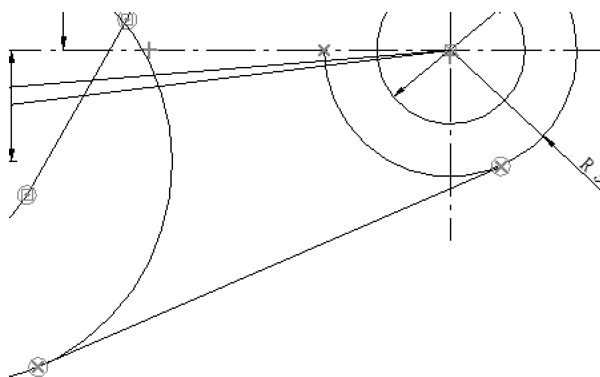

图 6-73 相切
(4) 单击【绘制草图】选项卡【绘图】区域下的  【直线】按钮，在半径为 60mm 的圆处捕捉相切后再在半径为 34mm 的圆捕捉相切，完成直线的绘制，如图 6-73 所示。